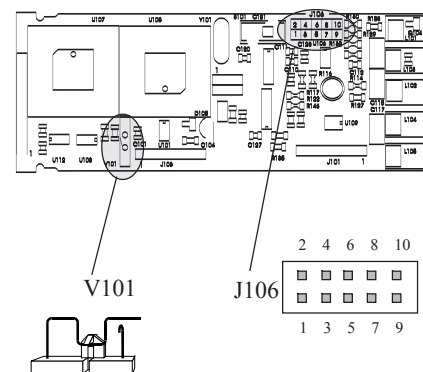

Abb.13
- 2) Internen Hakenschalter V101 öffnen (Abb. 13)